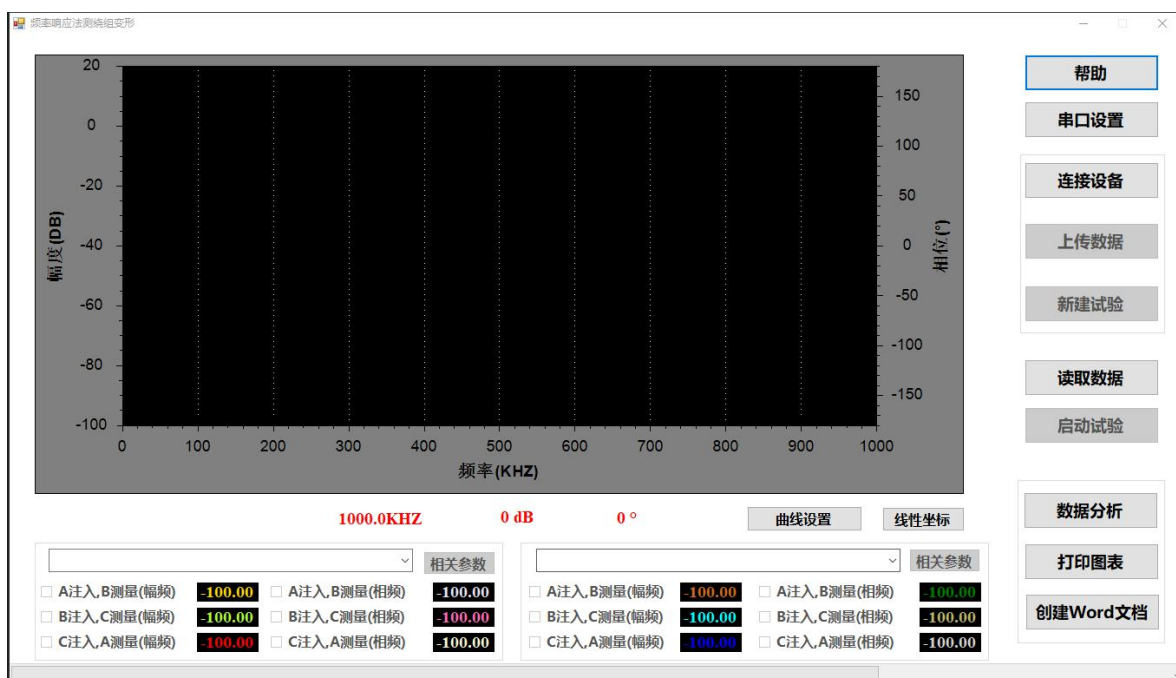

图 4.6 上位机软件启动界面
(1) 图 4.6 所示界面，点击“读取数据”，软件自动跳转到 bxdata 文件夹（无论是上传的文件还是本软件新建的文件都自动命名，例如文件名为：0_Y_HV_2013-10-10 15@30.xlsx 的文件，第一个字符 0 代表线性 10HZ-1000KHZ，Y 形接线方式，HV 高压